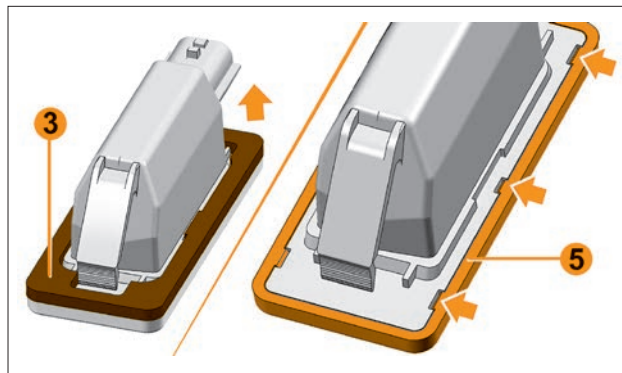

Рис. 6.12.7. Замена ламп в фонарях освещения номерного знака
- аккуратно, стараясь не повредить уплотнитель **3** (рис. 6.12.7), отклейте его от корпуса фонаря;